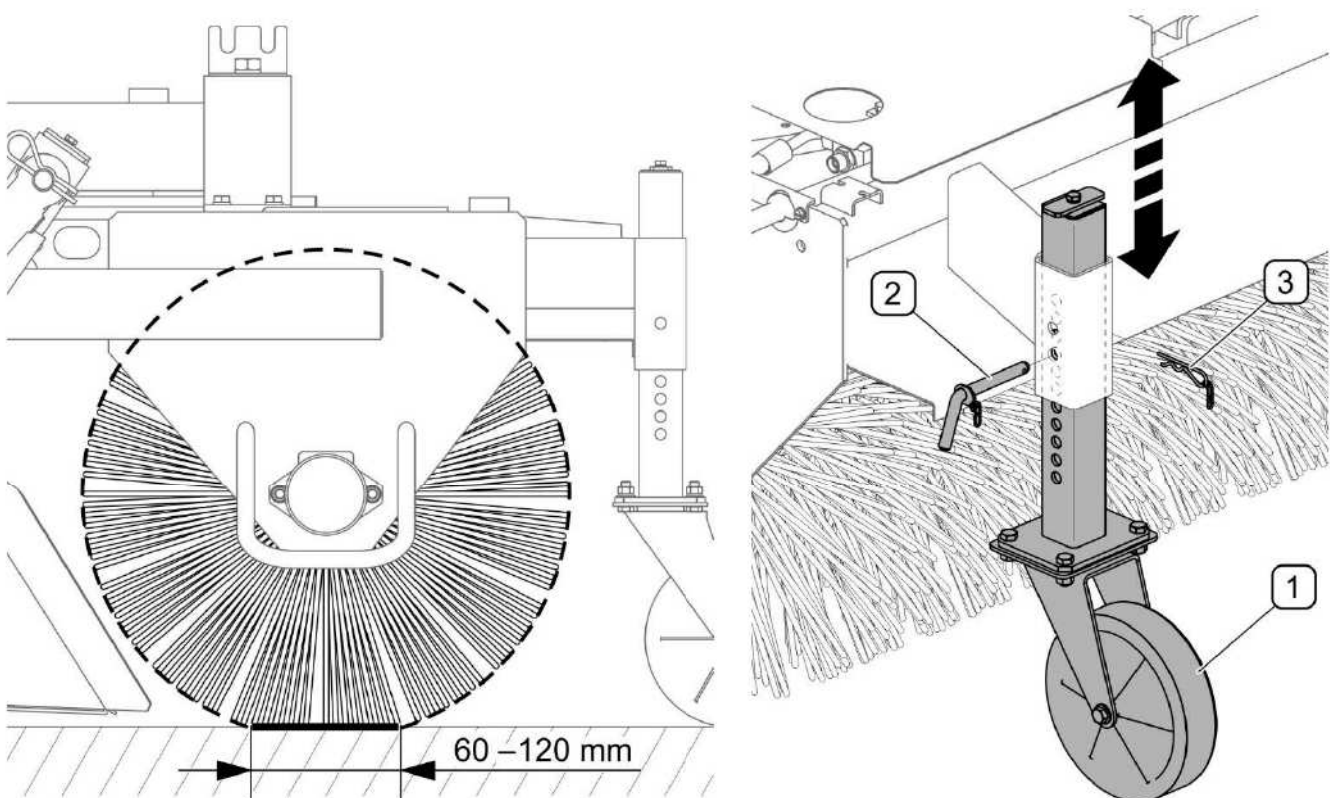
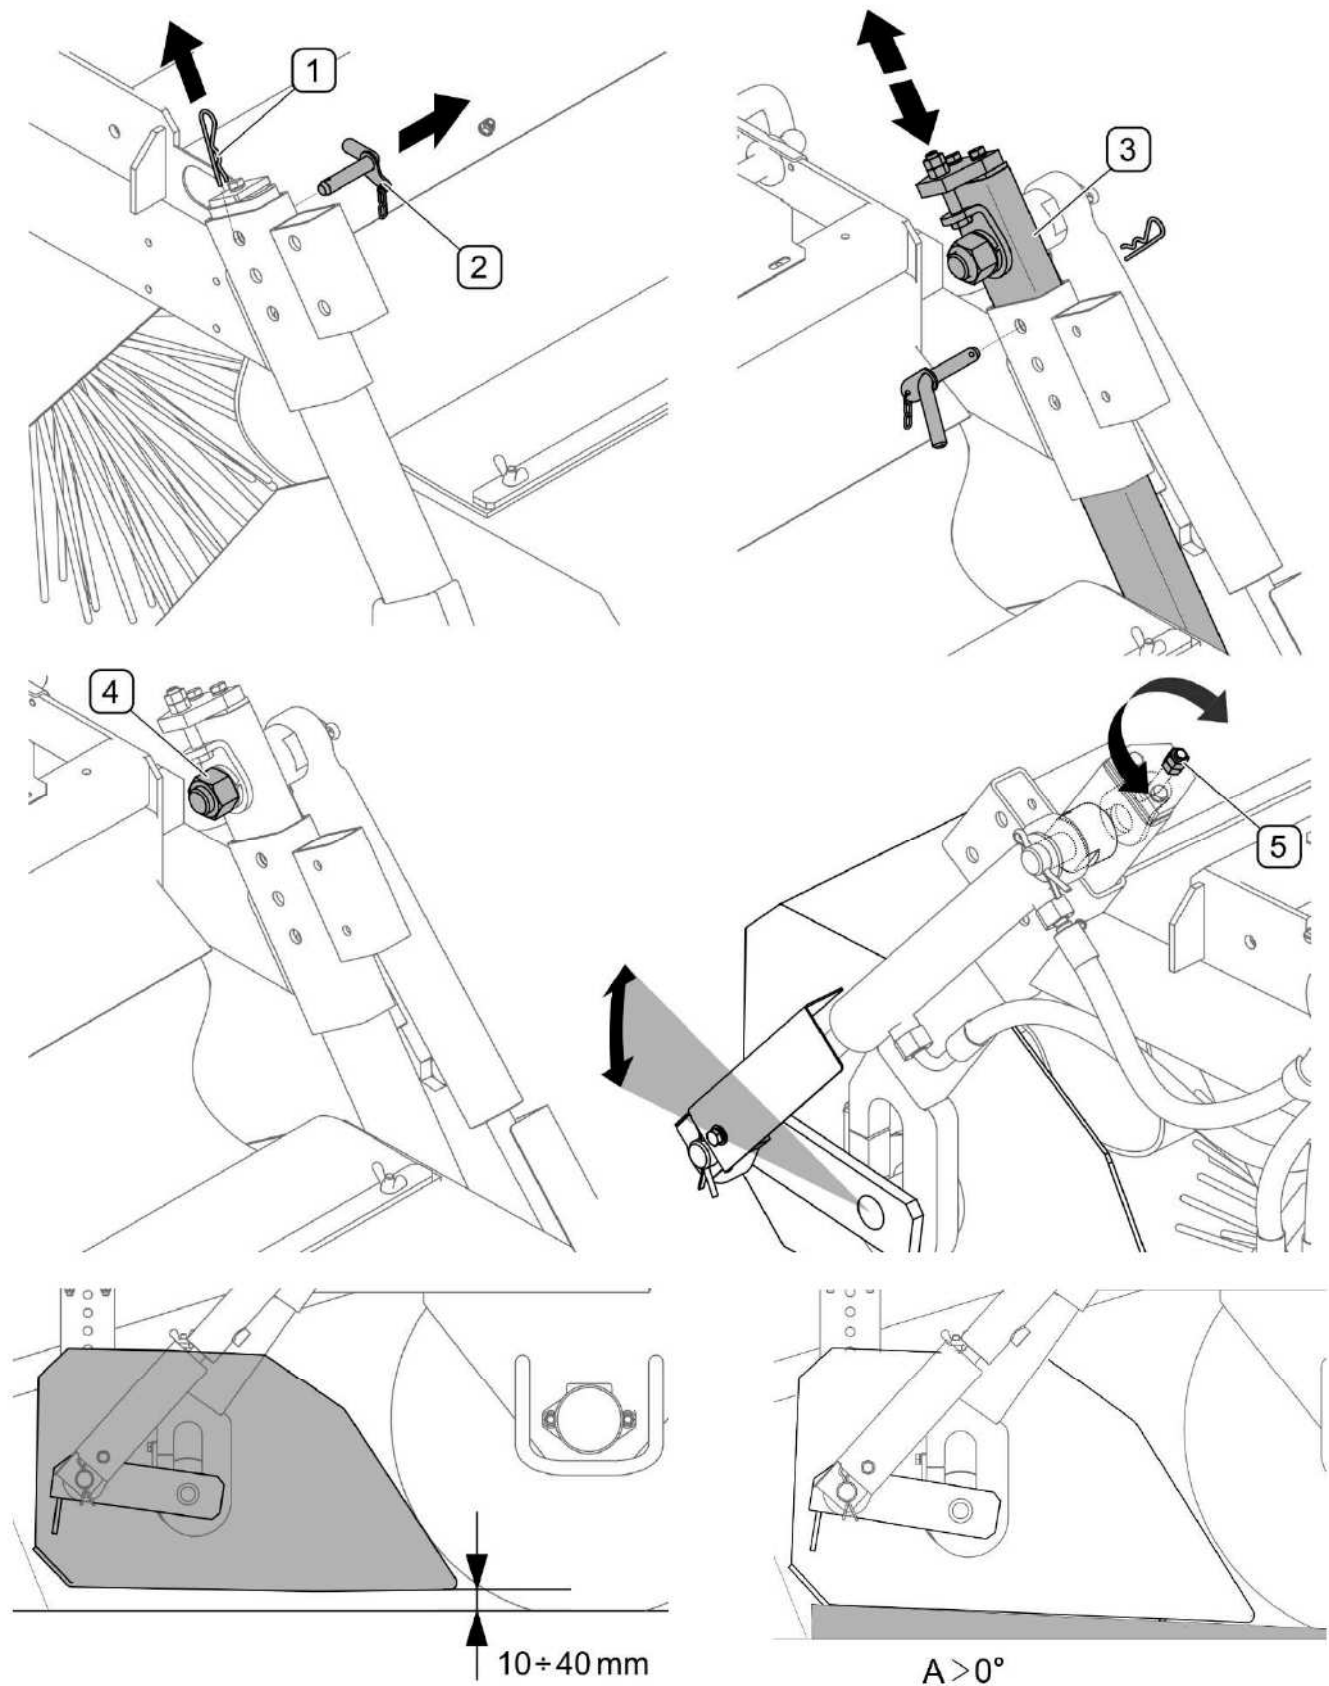

FIGURE 5.1 Réglage de la pression du rouleau balayeur
FIGURE 5.2 Réglage du bac des déchets
Effectuer le réglage du rouleau en liaison avec le réglage du bac des déchets. Le rouleau balayeur doit être réglé en fonction de son usure. La surface de pression du rouleau au sol doit être comprise entre 60 à 120 mm (FIGURE 5.1). En plus, la pression peut être réglée cas per cas en fonction du degré de la pollution du sol.
Le réglage de la pression se fait par le réglage de la position des roues porteuses(1) dans leur guidages (FIGURE 5.1) de la façon suivante:
- enlever la goupille fendue (3) et l'épinglette (2),
- Lever ou abaisser la roue (3) dans le guidage de façon à aligner les trous,
- mettre l'épinglette (2) dans le trou correspondant et protéger avec la goupille fendue (3),
Le réglage du bac des déchets (FIGURE 5.2) est à effectuer après le réglage de la pression du rouleau balayeur (FIGURE 5.1) et après le réglage de l'angle d'inclinaison du bac. Effectuer le réglage de la hauteur du bac des déchets de manière suivante:
Le réglage de l'angle d'inclinaison du bac des déchets (FIGURE 5.2) est à réaliser du côté gauche de la balayeuse et consiste au déplacement du point de fixation du vérin de basculement du bac. Effectuer le réglage de manière suivante: